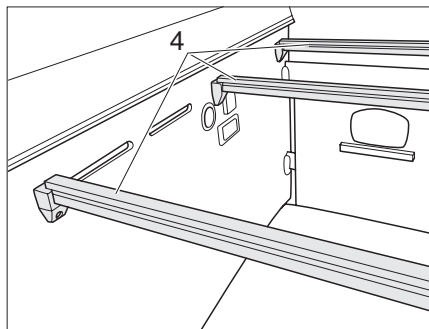

Fig. 52 Listelli di appoggio per telaio portamaterasso
- ▶ Togliere i 3 listelli di appoggio (Fig. 52,4) del telaio portamaterasso dai supporti.